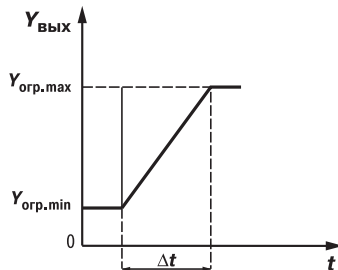

Рис. 10
– скорости изменения $v_{огр} = \frac{Y_{огр. max} - Y_{огр. min}}{\Delta t}$ (**рис. 10**), используемые для